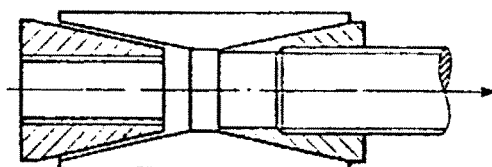

Fig.7
2. Il fissaggio può essere regolata di nuovo o smontarsi. In caso necessario, si deve procedere alla distensione degli anelli a pressione anteriore e posteriore, come riportato alle figure 7 e 8.